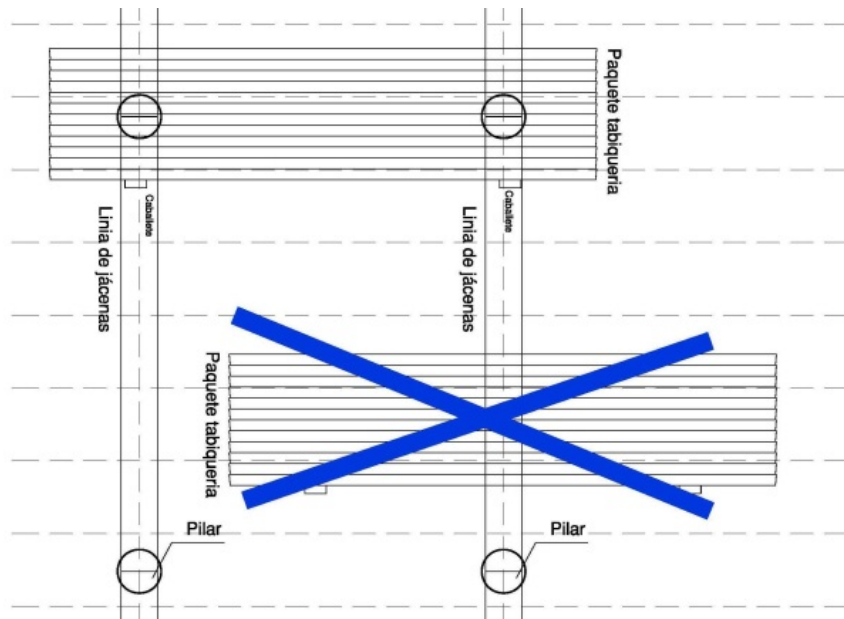

Fig.02 Detalle de la descarga de la tabiquería
- Durante el montaje de la nave debe evitarse cualquier sobrecarga (paquete de rejas o separadores) sobre la rejilla ya instalada. En el caso que deba entrarse el material, este se dispondrá sobre el suelo macizo, o en el caso de toda fosa sobre las jácenas coincidente con los pilaretes, nunca directamente sobre la rejilla. (fig. 02)